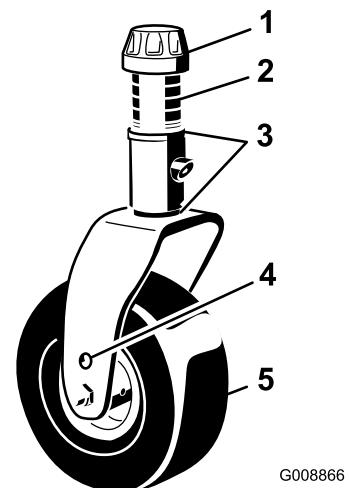
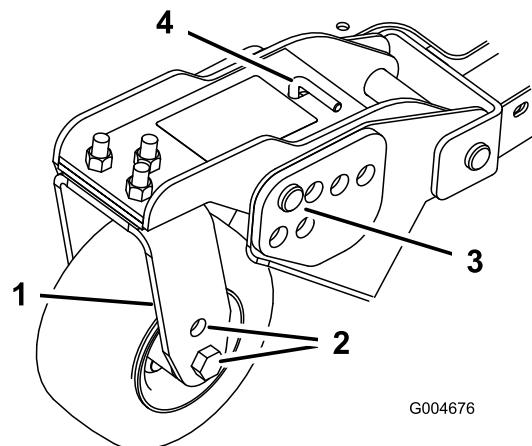
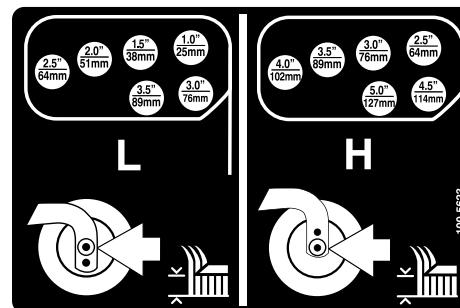

Figure 19
Figure 21
Figure 22
1. Placez les essieux des roues pivotantes dans les mêmes trous sur toutes les fourches (Figure 19 et Figure 21).
2. Enlevez le chapeau de tension de l'axe de pivot et sortez l'axe du bras de la roue pivotante (Figure 19).
- Enlevez la goupille fendue et les axes de chape des bras pivotants (Figure 21).
- Tournez la tige de tension pour éléver ou abaisser le bras de pivot jusqu'à ce que les trous soient en face de ceux du support de hauteur de coupe sélectionnés dans le cadre du plateau de coupe (Figure 21 et Figure 22).